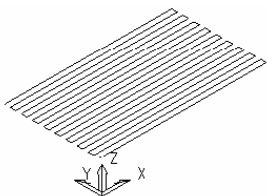
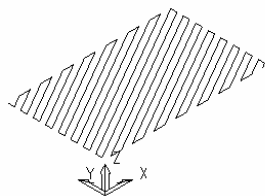

图 4-62 平行精加工刀具路径（角度为 0° ）
图 4-63 平行精加工刀具路径（角度为 30° ）
(1) 角度 用于定义平行精加工刀具路径与工件坐标系的 X 轴之间的夹角，如图 4-62 和图 4-63 所示。